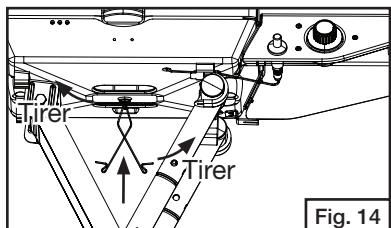

Fig. 14
- Écartez le support du pot à graisse et insérez-le dans le trou d'égouttement placé au centre, dans le bas de la base du grill. (Fig. 14)